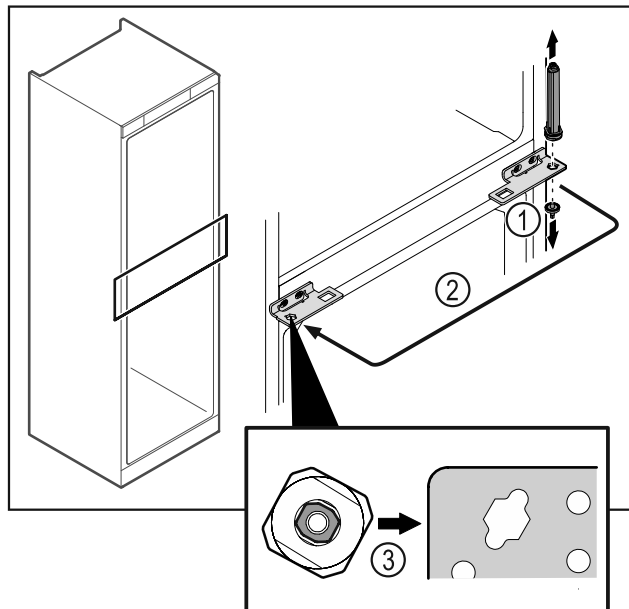

Fig. 44
- Skru hængselbolten Fig. 44 (1) af.
- Flyt dørlukkesystemet Fig. 44 (2).
- Ved indsættelse skal man sikre sig, at dørlåsesystemet Fig. 44 (3) er korrekt indjusteret.